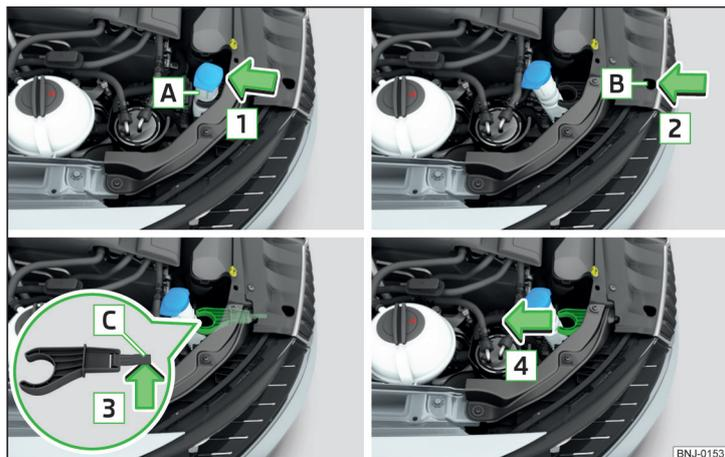

Fig. 184 Démontage du support de la tubulure du réservoir d'eau de lavage
- Détacher le support du réservoir [A] du support dans le sens de la flèche [1] » fig. 184.
- Insérer le support de la tubulure du réservoir dans le sens inverse de la flèche [4] » fig. 184.